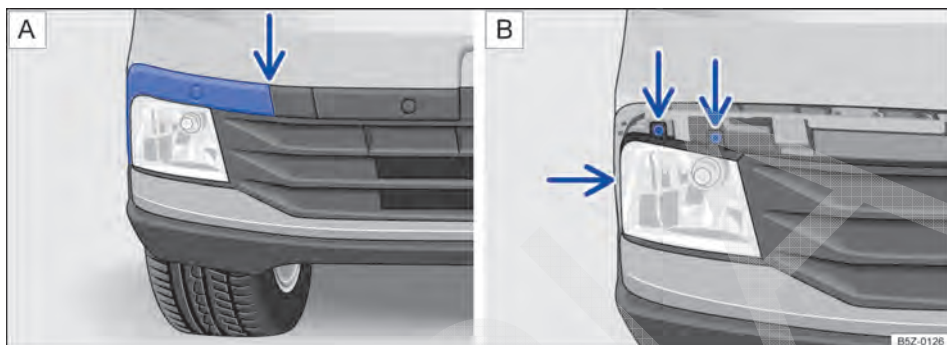

Fig. 174 No para-choque dianteiro: **A**) desinstalar a moldura do farol de neblina e **B**) retirar os parafusos do farol de neblina.
Desencaixar a moldura, cuidadosamente → ⌚, primeiramente pelo local indicado pela seta → Fig. 174 A. Remover completamente para acessar os parafusos do farol de neblina.
4. Retirar os parafusos indicados pelas setas → Fig. 174 B.
14. Recolocar os parafusos indicados pelas setas → Fig. 174 B para fixar o farol de neblina.
15. Recolocar a moldura da esquerda para a direita → Fig. 174 A.